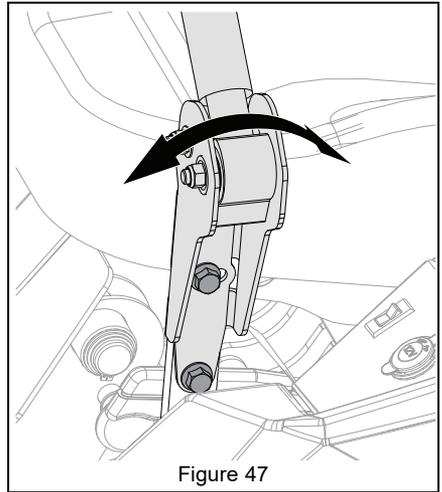

Figure 47
3. Desserrer la visserie de montage, aligner les leviers et serrer la visserie. Voir Figure 47.
Voir Figure 47.